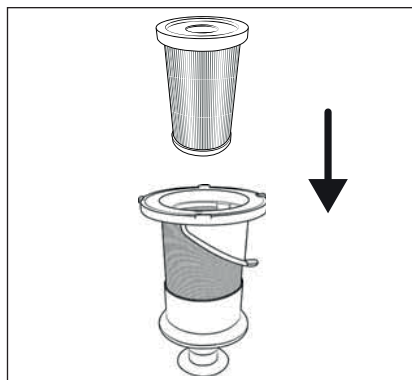

Fig. 24
❶ Nota
- Non ruotare il filtro in acciaio inox ❹, quando lo si inserisce nel contenitore di raccolta della polvere ❷. Fare, inoltre, attenzione ai due segni colorati sul filtro in acciaio inox ❹ e sul contenitore di raccolta della polvere ❷, per inserire correttamente il filtro in acciaio inox ❹.
- 7) Inserire il filtro EPA ❸ nel filtro in acciaio inox ❹ (vedere fig. 24).